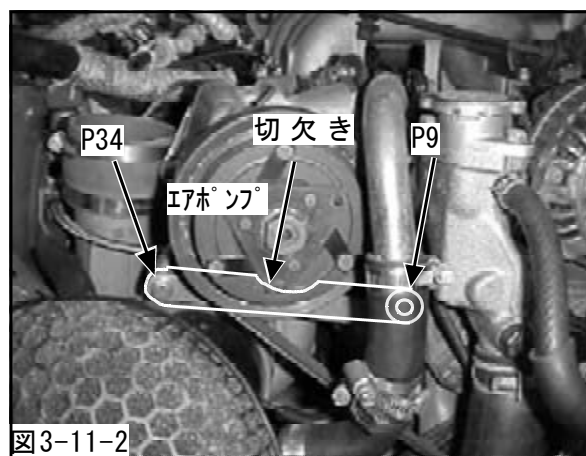

図3-11-2
(5) エアポンプステータ、カラーを切欠きが上を向くようにエンジンに取付けてください。(図3-11-2)